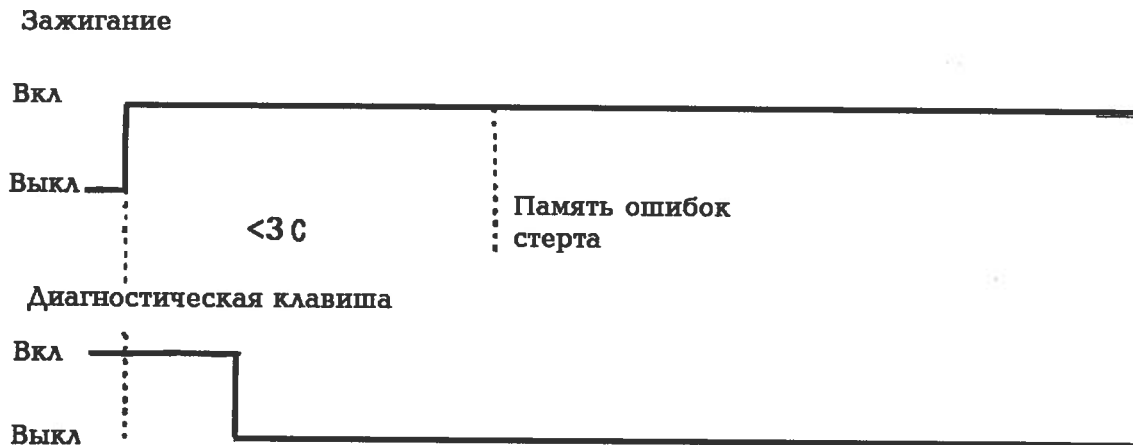

Рис. 146. Стирание памяти ошибок (блнк-кодов)
**Стирание памяти ошибок.** После устранения неисправностей в системе необходимо стереть ошибку из памяти ошибок блока управления, как это показано на рис. 146. Для этого необходимо при выключенном зажигании нажать диагностическую клавишу и отпустить только после включения зажигания. Менее чем через 3 с память ошибок стерта.